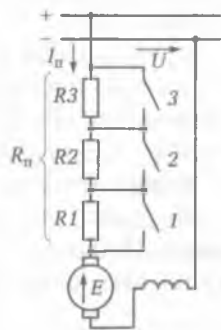

Рис. 7.26. Принципиальная схема реостатного пуска электродвигателя
**Реостатный пуск.** Наибольшее применение получил реостатный пуск, при котором для ограничения тока в цепь якоря включают пусковой реостат  $R_{\text{п}}$  (рис. 7.26), который обычно имеет несколько ступеней (секций)  $R1, R2, R3$ , замыкающихся в процессе пуска короткими специальными выключателями (контакторами) 1, 2 и 3. При этом сопротивление реостата постепенно уменьшается, что обеспечивает высокое значение пускового момента в течение всего времени разгона двигателя.